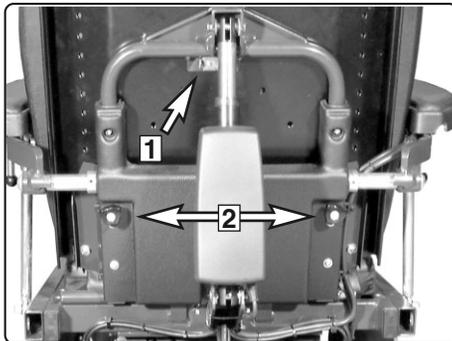

Abb. 53: Befestigung der Rückenlehne
1. Lösen Sie den Splint (Abb. 53:1).
2. Lösen Sie die Griffe rechts und links an der Rückenlehne (Abb. 53:2)